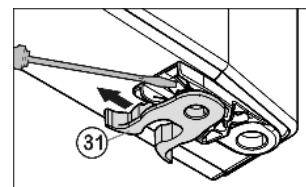

Fig. 7
- ▶ Przenieść zacisk sprężynowy Fig. 7 (31): Zatrask przycisnąć w dół, przy tym zdjęć zacisk sprężynowy.